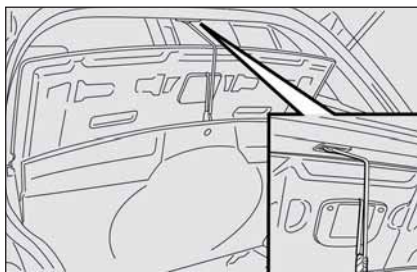

fig. 3
- far passare la funicella vincolata al di sotto del piano di carico (dove previsto) attraverso l'apposita asola vincolata al tappeto del pianale vano bagagli e fissare entrambi all'aggancio su padiglione superiore, procedendo come illustrato in **fig. 3**;